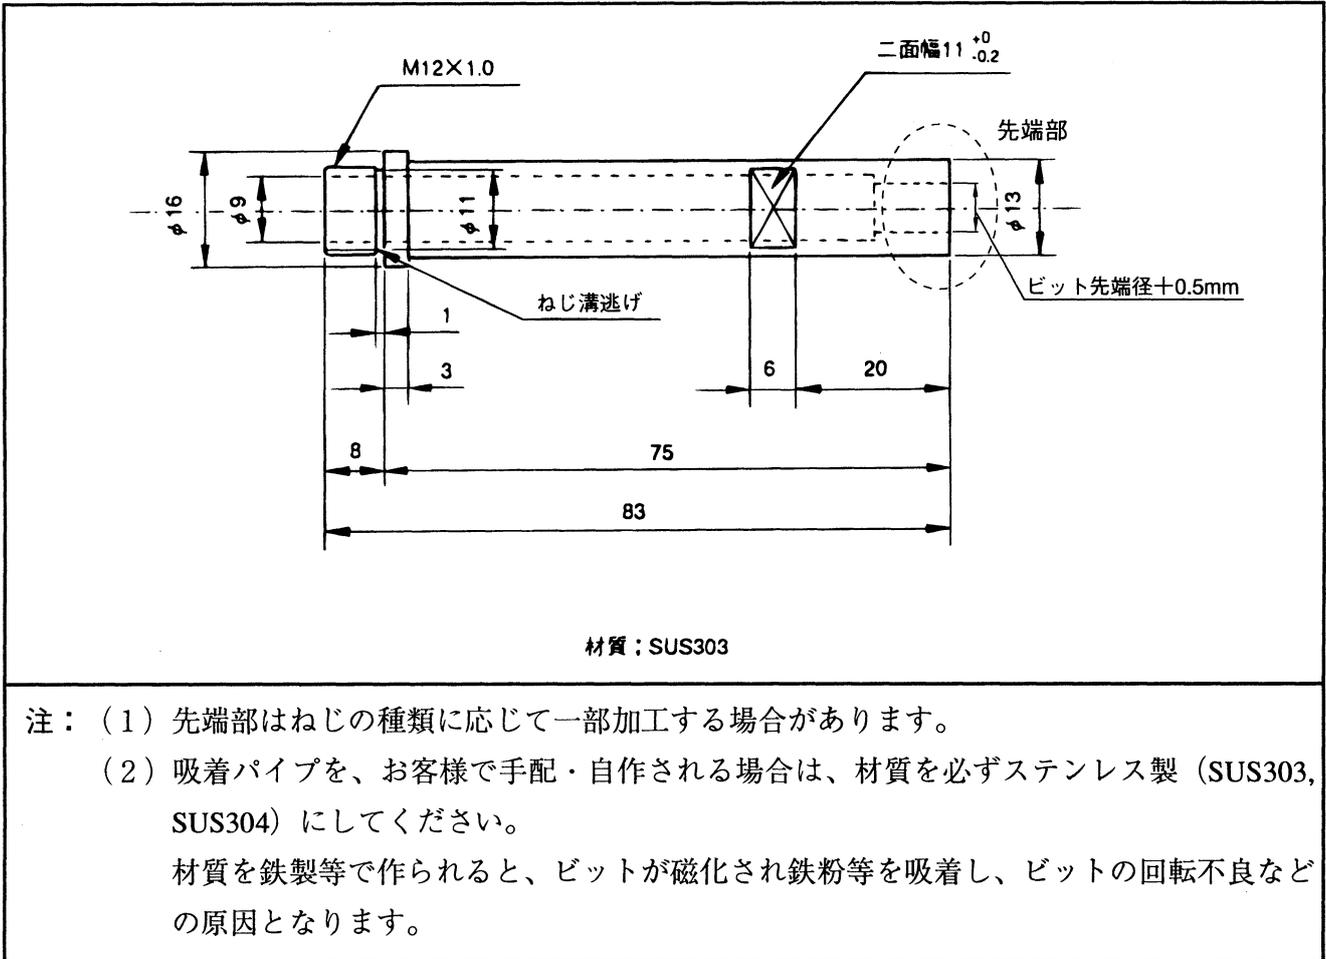

図1-21 吸着パイプ
- (1) 吸着パイプはパイプ内の負圧力により、ねじを吸い付け、その姿勢を保持しながら締め付けを補助するための部品です。
- (2) 外観図を図1-21に示します。